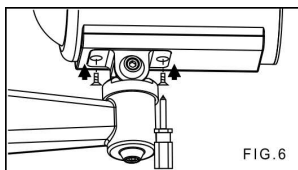

FIG. 6
4. 接著取出所附的 M5.0x10 螺絲(銀色-2 顆), 使用螺絲起子將攝影機主體鎖緊在腳架上 (FIG.6).